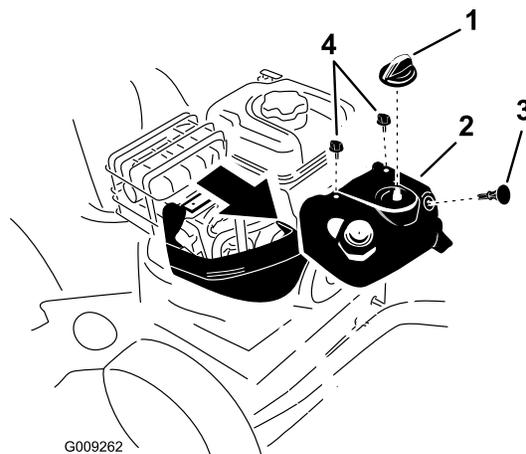

Figure 57
Remarque: Vous devez retirer le capot anti-neige supérieur pour accéder à la bougie d'allumage (Figure 57).
1. Enlevez la commande de starter et la clé de contact (Figure 57).
2. Enlevez les 2 vis qui fixent le capot anti-neige à la machine (Figure 57).